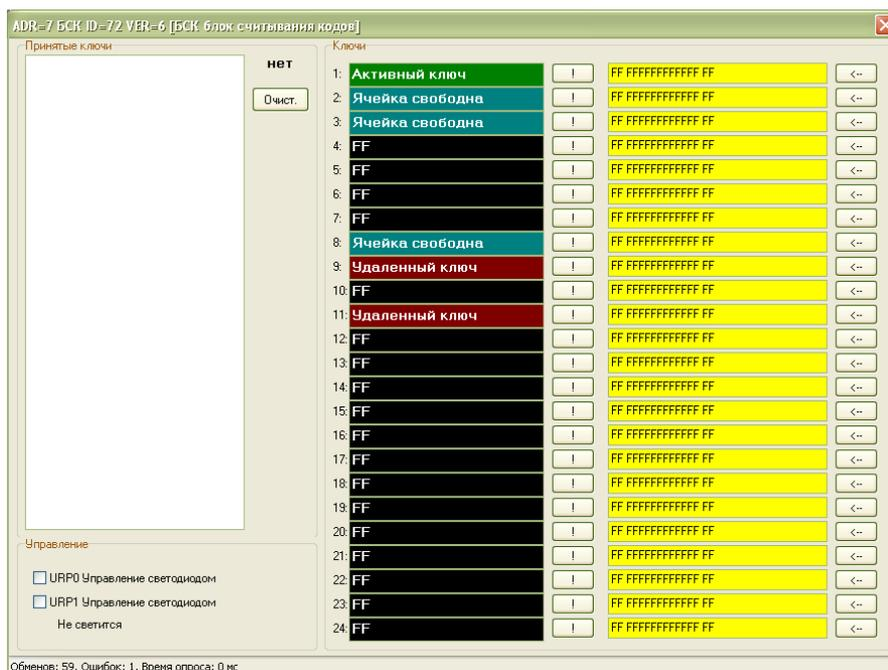
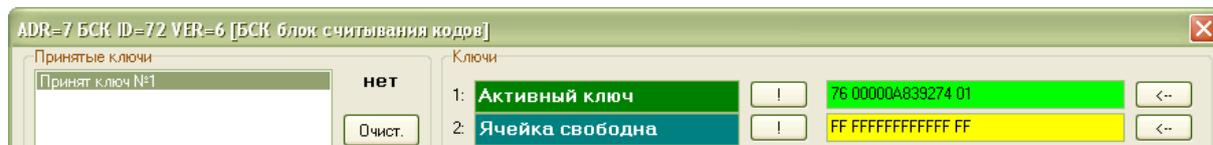

Рисунок 12 - Окно настройки БСК
Рисунок 15 - Считывание разрешенного ключа
5) Выделить в таблице БСК и выполнить команду «Тест». В открывшемся окне в выбранную ячейку (1-24) ввести код ключа в поле «Ключи» (рисунок 12).
Подсоединить БСК и приборы в соответствии с рисунком 9. Проверку правильности установки кодов разрешенных ключей БСК проводят сравнением значений кодов, считанных программой RASOS (рисунок 12) с требуемыми значениями по рабочему проекту. При обнаружении несоответствия ключей заданным требованиям рабочего проекта необходимо установить требуемые значения кодов разрешенных ключей и записать в память БСК при помощи программы RASOS.
Подсоединить БСК и приборы в соответствии с рисунком 9. В программе RASOS проверить отсутствие ошибок обмена с мастер-устройством системы в нижней строке (рисунок 12). При обнаружении несоответствия БСК заданным требованиям необходимо произвести подстройку порога приема ИПЛ мастер-устройства системы, установить терминаторы ИПЛ.
Подключить БСК в соответствии с рисунком 9. Подключить считыватель кода в соответствии с рисунком 8. Открыть окно состояния БСК (рисунок 12). Прислонить разрешенный ключ к считывателю кода. Проверить индикацию считывания кода ключа. Проверить считывание кода ключа в программе RASOS (рисунок 15). Проверить совпадение
Подключить БСК в соответствии с рисунком 9. Подключить считыватель кода в соответствии с рисунком 8. Открыть окно состояния БСК (рисунок 12).
Подключить БСК в соответствии с рисунком 9. Открыть окно состояния БСК (рисунок 12). Снять крышку корпуса БСК и проверить поступление сигнала «Крышка открыта» в сервисной программе RASOS (рисунок 12). Установить крышку корпуса БСК и проверить поступление сигнала «Крышка закрыта».